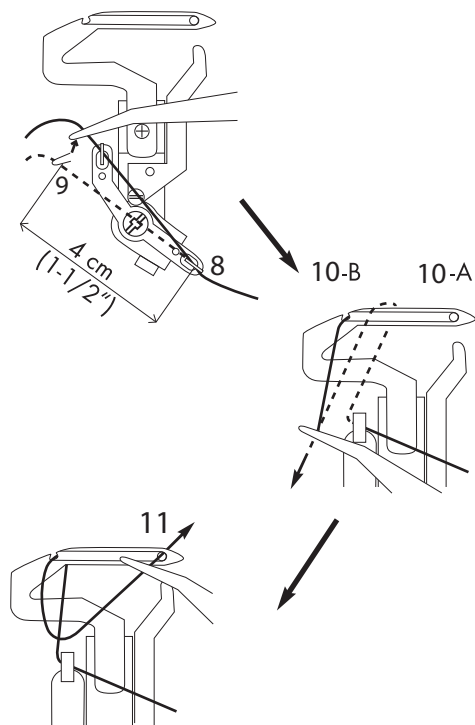

Abb.23
6. Halten Sie den Faden ca. 4 cm von der Fadenführung mit der Pinzette fest (Abb. 23).
8. Ziehen Sie den Faden nach oben in die Fadenführung (9).
9. Führen Sie den Faden nach hinten und über das obere Ende des Untergreifers 20 (10A) (Abb. 23).
10. Ziehen Sie den Faden anschließend vorsichtig nach unten, so dass er in die Aussparung des Greifers rutscht (10B) (Abb. 23). Nutzen Sie für diesen Schritt auch die Zeichnung, die an der Maschine angebracht ist!
11. Führen Sie den Faden durch die Greiferöse (11). Der Faden sollte in der Rille des Untergreifers 20 verlaufen (Abb. 23).